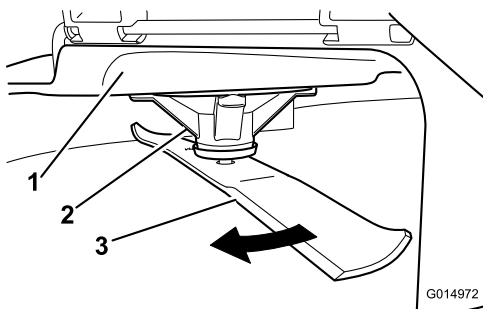

Figura 53
2. Usando luvas almofadadas ou outra proteção adequada para as mãos, rode lentamente a lâmina a medir para uma posição que permita uma medição efetiva da distância entre a extremidade de corte e a superfície nivelada onde a máquina está (Figura 53).